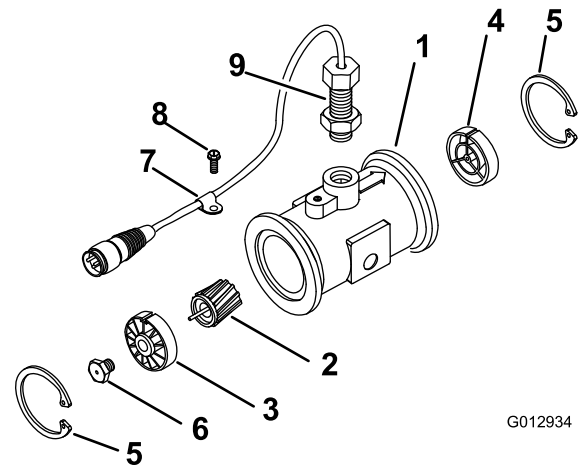

**Figura 53**
3. Quando il peso della barra è supportato, togliete il bullone e il dado che fissano il perno di articolazione nel gruppo barra (Figura 53). Togliete il perno di articolazione.
5. Togliete le boccole di nylon dal lato frontale e posteriore della staffa orientabile e controllatele (Figura 53). Sostituite le boccole avariate.
7. Montate la barra e la staffa orientabile nel telaio centrale, allineando i fori (Figura 53).